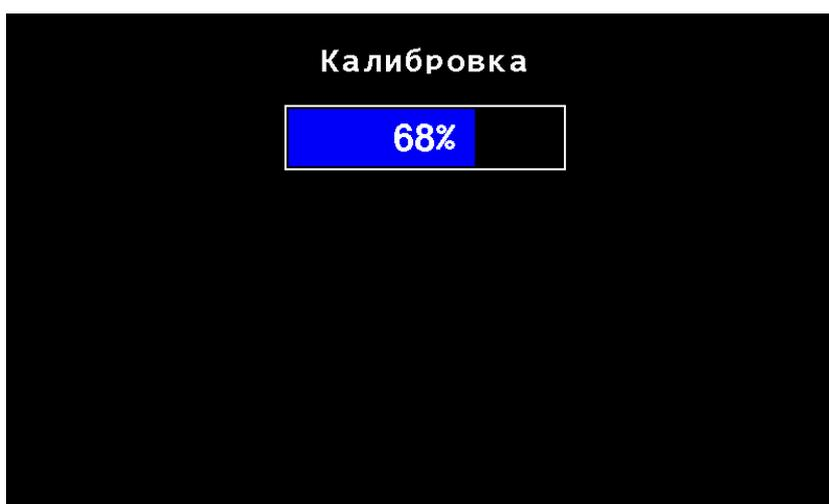

РИСУНОК 45 КАЛИБРОВКА ДОЗАТОРА
- 4.10.5.7.  **Калибровка дозатора** - позволяет откалибровать параметры «Колесо, импульсов» и «Дозатор, импульсов» для выбранного дозатора (одного или всех сразу). Для выполнения процедуры калибровки выберите пункт меню «Калибровка дозатора». С помощью кнопок  «Плюс» и  «Минус» установите номер дозатора, который нужно откалибровать (или установите значение «ВСЕ», чтобы выполнить калибровку сразу всех дозаторов). Нажмите кнопку  «Меню». Появится экран калибровки дозатора (рис. «Рисунок 45»). Нужно выполнять вращение колеса, приводящего в движение дозатор до тех пор, пока процесс калибровки не дойдет до 100%. Когда это произойдет, появится сообщение «Прекрати вращение!». Теперь можно прекратить вращение и дождаться сообщения «Выполнено». На этом процесс калибровки завершен. Если процесс калибровки нужно отменить, то нажмите кнопку  «Назад» или  «Домой».